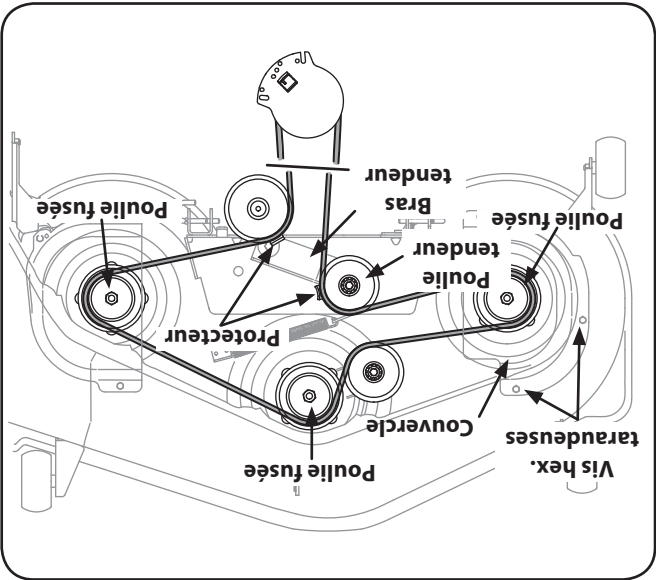

Figure 7-11
2. Enlevez les vis hex, taraudées qui maintiennent les carters des courroies en place. Voir la Figure 7-11.
5. Installez la courroie neuve sur les poulies à fusée, comme sur les illustrations. Remettez les carters des courroies en place. Voir la Figure 7-11.